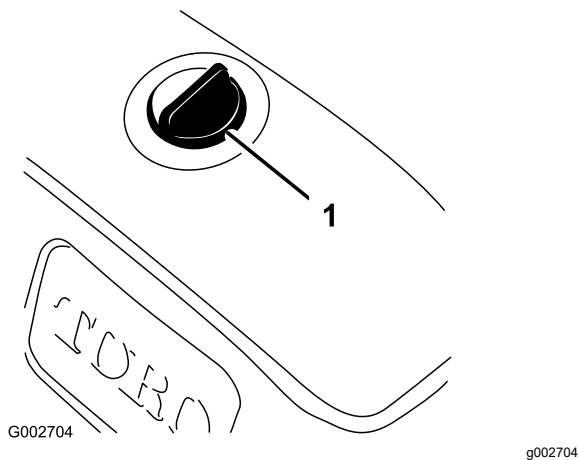

Figure 39
3. Nettoyez la surface autour du bouchon du réservoir hydraulique pour éviter que des impuretés ne tombent dans le réservoir (Figure 39).